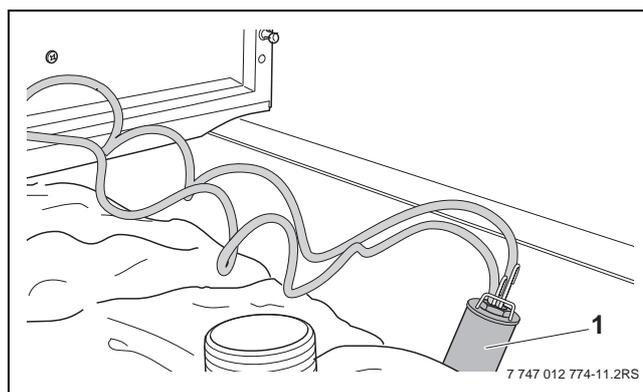

Fig. 17 Montaggio della sonda della caldaia
- Inserire la sonda della caldaia (→ fig. 17, pos. 1) nelle apposite aperture della parte superiore della caldaia.